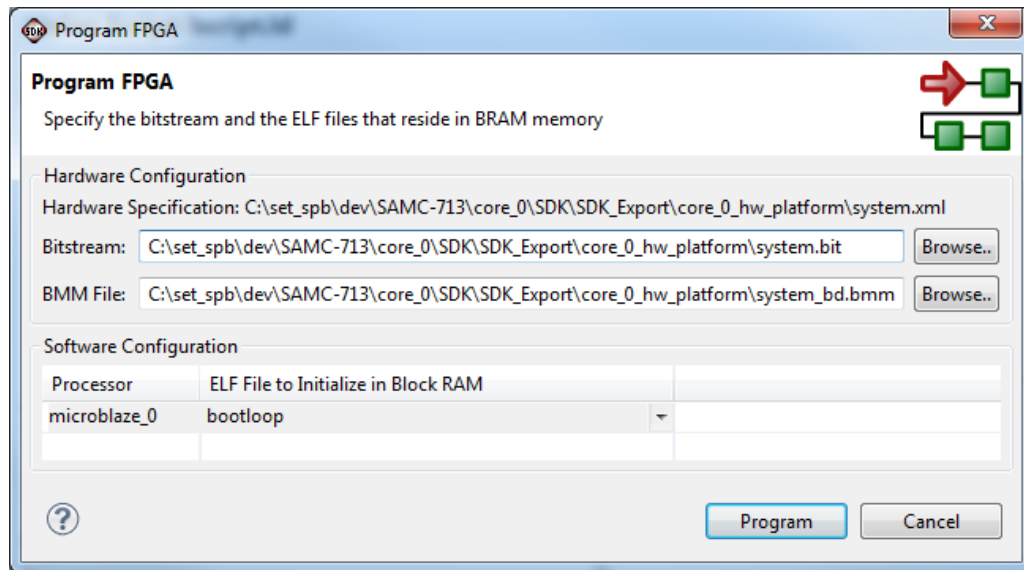

Рисунок 4-2: Выбор загружаемого в FPGA микросхему двоичного образа «bootloop» в Xilinx SDK
- В открывшемся окне (рисунок 4-2) выберите в таблице «Software Configuration» загружаемый в FPGA микросхему двоичный образ «bootloop» и запустите процесс загрузки в FPGA микросхему аппаратной платформы и двоичного образа «bootloop», нажав кнопку «Program».